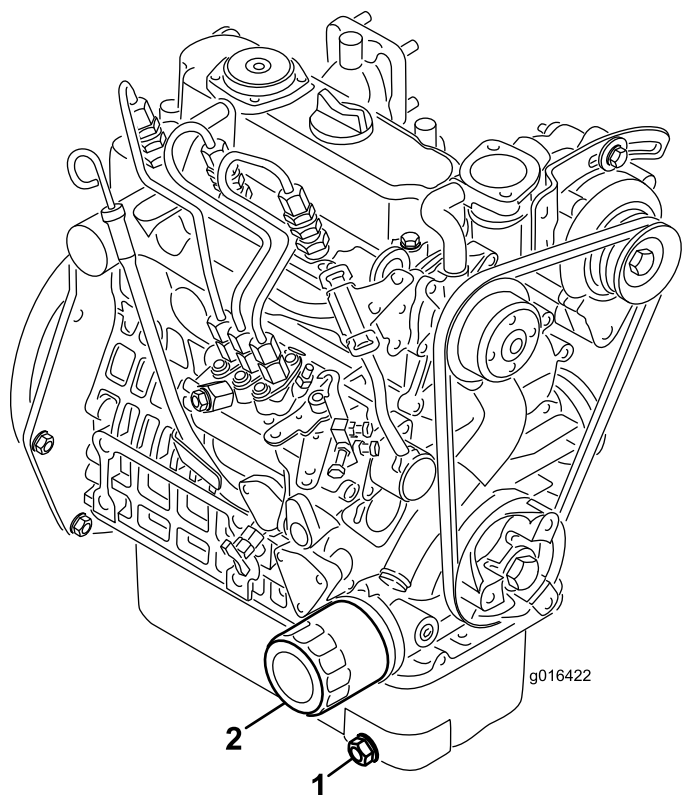

Figura 33
1. Scoateți bușonul de golire (Figura 33) și lăsați uleiul să curgă într-o tavă de golire. Atunci când uleiul nu mai curge, montați bușonul de golire.